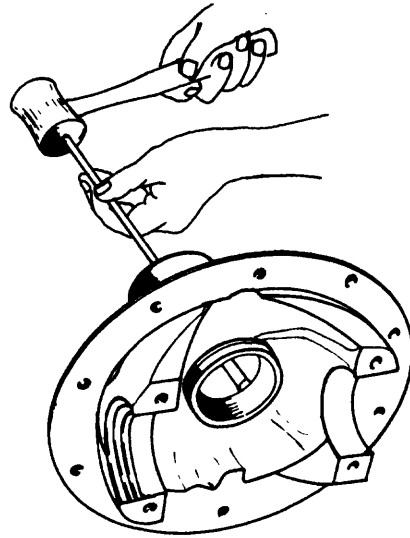

Fig. 3
- ___ c Retire las pistas de rodamiento de la cubierta del diferencial (fig.3).